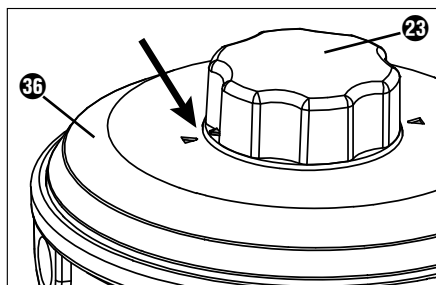

Fig. 1
- 1) Assicurarsi che la freccia del coperchio **36** e quella della manopola **23** del rocchetto portafilo **22** siano rivolte l'una verso l'altra (vedere fig. 1).